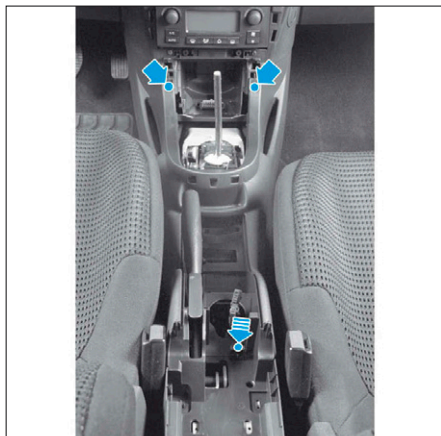

FIG. 31
- Déposer les 3 vis (2 à l'avant et 1 au centre) de fixation de la console milieu et la basculer pour la déposer (Fig.31).